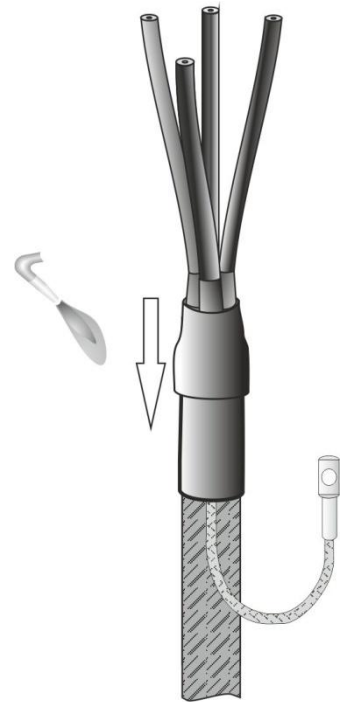

Рис.7
6. Манжету кабеля прогреть пламенем газовой горелки до температуры 50-60 °С, сблизить жилы кабеля и надеть термоусаживаемую перчатку так, чтобы каждая жила попала в отверстие соответствующего “пальца”. Продвинуть перчатку как можно ближе к корешку разделки кабеля. Усадить перчатку, начиная от “пальцев” сначала на жилы, а затем к “юбке” перчатки. После усадки перчатка должна плотно облепать манжету и трубки на жилах кабеля. По периметру “юбки” и “пальцев” перчатки должен быть заметен выступивший расплавленный клей (Рис. 7). Обезжирить перчатку после остывания.